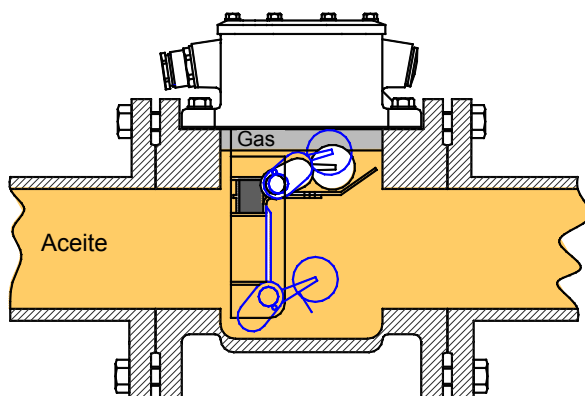

Figura 7 - Acumulación de gas
3.1 Acumulación de gas (Figura 7)